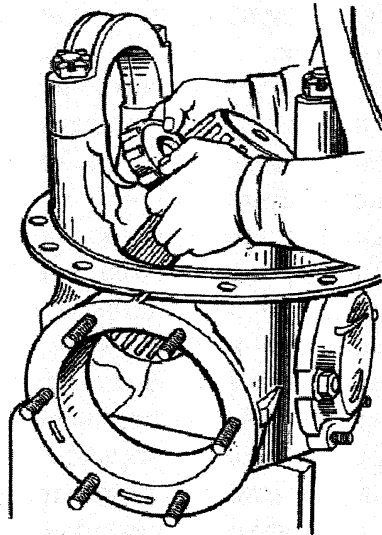

Рис. 35. Установка ведущей цилиндрической и ведомой конической шестерен в картер
21. Установить в картер ведущую цилиндрическую шестерню в сборе с ведомой конической шестерней (рис. 35).